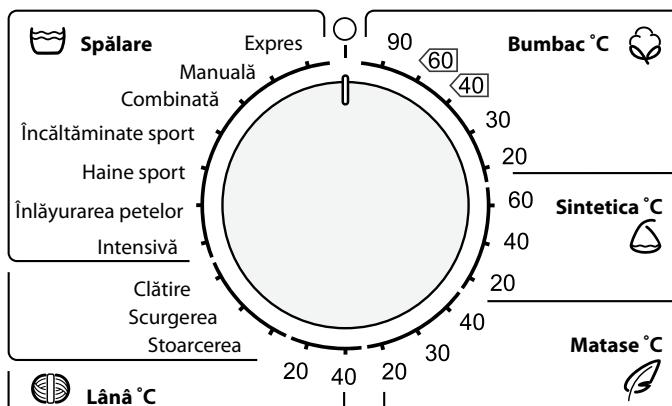

Figura 2 – Mânierul de alegere a programului de spălare
1.1.2 Selectorul este folosit pentru pornirea / oprirea mașinii și alegerea programului de spălare, în conformitate cu figura 2. În jurul selectorului sunt imprimate denumirile programelor și simbolul O. Selectorul se rotește în ambele direcții (în sensul acelor de ceasornic sau în sensul contrar acelor de ceasornic), și se fixează la diviziunea corespunzătoare a programului selectat. La fixarea selectorului la simbolul O mașina se oprește.
1.3.2 Pentru a porni mașina fixați selectorul în conformitate cu figura 2 la diviziunea programului de spălare necesar – se aprind indicatorii operațiiei de spălare a programului selectat.